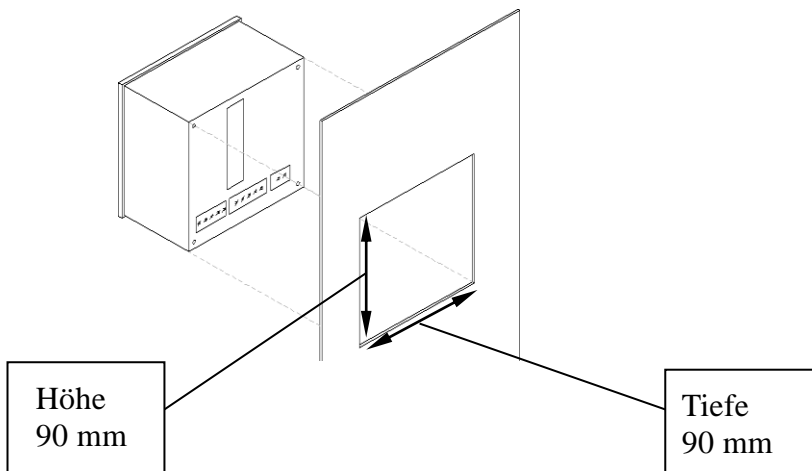

Abbildung 2.1 Schalttafelausschnitt
1. Wählen Sie eine geeignete Stelle und bereiten Sie ein rechteckiges Loch entsprechen der Maße in Abbildung 2.1 vor.